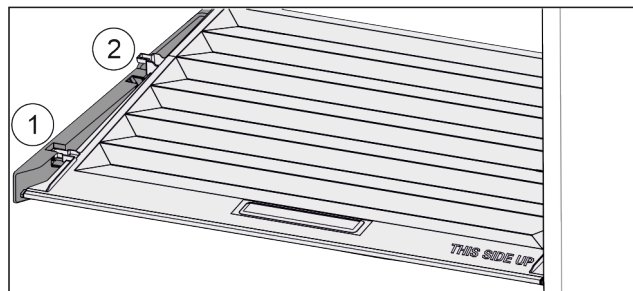

Fig. 147
- Vytáhněte víko dopředu až k otvoru v přídržných dílech Fig. 147 (1).
- Vzadu zespodu nadzvedněte a vyjměte směrem nahoru Fig. 147 (2).